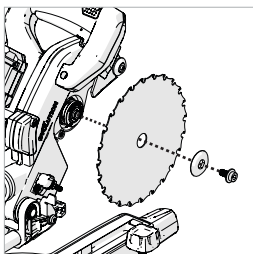

Fig. 19
- Lösen Sie mit dem mitgelieferten Sechskantschlüssel die Flanschschraube und den äußeren Blattflansch und das Blatt vom Dorn. **(Abb. 19)**